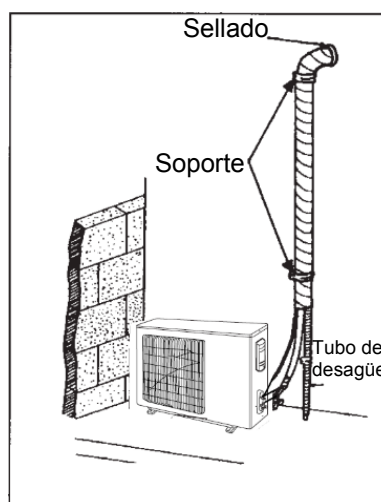

Fig.15
(1) Puede dar forma a los tubos con sus manos. Tenga cuidado de no colapsarlos.
(2) No doble los tubos con un ángulo superior a 90°.
(3) Si se doblan o estiran los tubos repetidamente, el material se endurece, lo que dificulta seguir doblándolos. Por lo tanto, no doble ni estire el tubo más de tres veces.
(4) Cuando doble el tubo, no lo doble como se indica en la figura. El tubo se colapsará. En este caso, corte el tubo aislante térmico con un cortador afilado, como se muestra en la Fig. 15, y dóblelo después de que quede expuesto el tubo. Después de doblar el tubo con la inclinación deseada, asegúrese de volver a poner el tubo aislante del calor sobre el tubo, y asegúrelo con cinta adhesiva.
Si la unidad exterior está instalada más abajo que la unidad interior (consulte la Fig. 15)